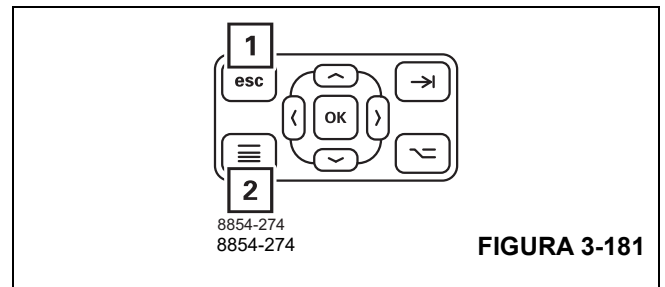

FIGURA 3-181
Puede cancelar la entrada en cualquier momento utilizando los botones (1), (Figura 3-181) o (2). Los ajustes entonces se reposicionan.